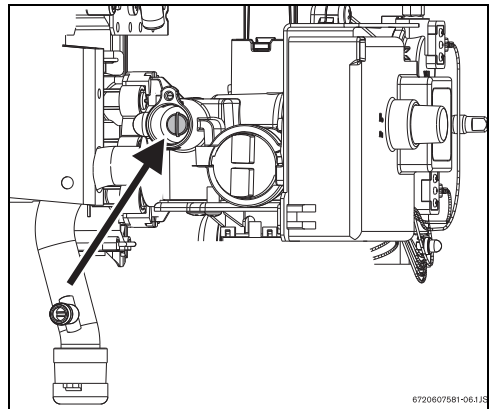

Fig. 12 Parafuso de ajuste de caudal de gás máximo
- ▶ Retirar a selagem do parafuso de ajuste (Fig. 12).
- ▶ Regular a pressão do queimador máximo (tabela 10) utilizando o parafuso de ajuste do caudal de gás máximo (Fig. 12).